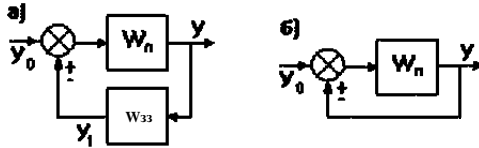

Рис. 23. Перетворення при паралельно-зустрічному з'єднанні
3. *Паралельно-зустрічне з'єднання* (рис. 23, а) – ланка, охоплена позитивним або негативним зворотним зв'язком. Ділянка ланцюга, по якому сигнал іде в протилежному напрямі по відношенню до системи в цілому (тобто з виходу на вхід) називається *ланцюгом зворотного зв'язку* з передавальною функцією  $W_{зз}$ . При цьому для негативного ЗЗ:
Якщо  $W_{зз} = 1$ , то зворотний зв'язок називається одиничним (рис. 23, б), тоді  $W_{екв} = W_n / (1 \pm W_n)$ .